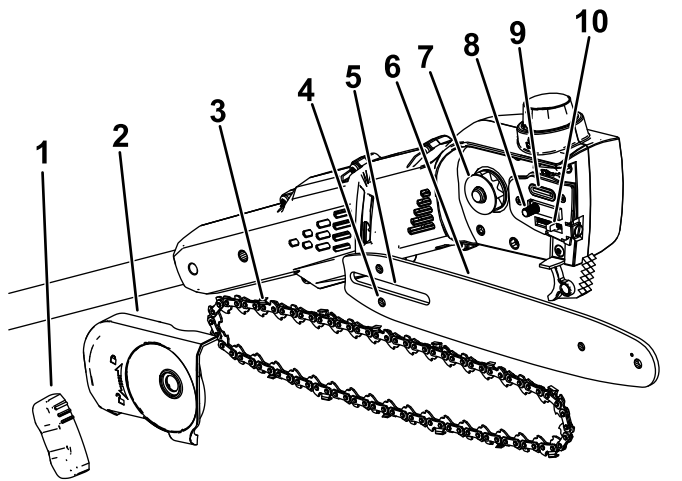

Figura 19
2. Rimuovete il carter laterale; ruotate la manopola copribarra in senso antiorario fino a quando non viene rimossa la manopola, quindi rimuovete il carter laterale (Figura 19).
7. Controllate l'eventuale presenza di sporco nello sbocco dell'olio (Figura 19) e, se necessario, pulite l'area interessata.
Importante: Assicuratevi che il perno di regolazione della catena sia inserito nello slot del perno di regolazione della catena sulla barra di guida (Figura 19). Potrebbe essere necessario ruotare la vite di messa in tensione della catena per inserire il perno nello slot sulla barra di guida.